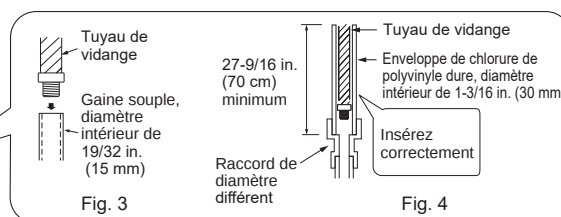

Fig. 3
- 6) Préparez l'extrémité du câble de terre (Fig. 3). Branchez-la à la borne de mise à la terre du boîtier électrique.
- 7) Préparez l'extrémité du câble de connexion de l'unité interne/externe (A) (Fig. 3). Branchez-la au bloc de raccordement. Veillez à ne pas effectuer d'erreur de branchement. Fixez fermement le câble au bloc de raccordement pour ne pas faire apparaître son noyau et n'appliquez aucune force extérieure à la section de branchement du bloc de raccordement.
- Placez le bouchon de vidange sur la section sur laquelle le tuyau de vidange doit être fixé à l'arrière de l'unité interne. (Fig. 3)
- Si le tuyau de vidange fourni avec l'unité interne est trop court, branchez-le au tuyau de vidange fourni sur chantier (I). (Fig. 3)
- 2) Ébarbez parfaitement la partie tronçonnée du tuyau en évitant d'introduire des éclats de métal dans la tuyauterie. (Fig. 3)